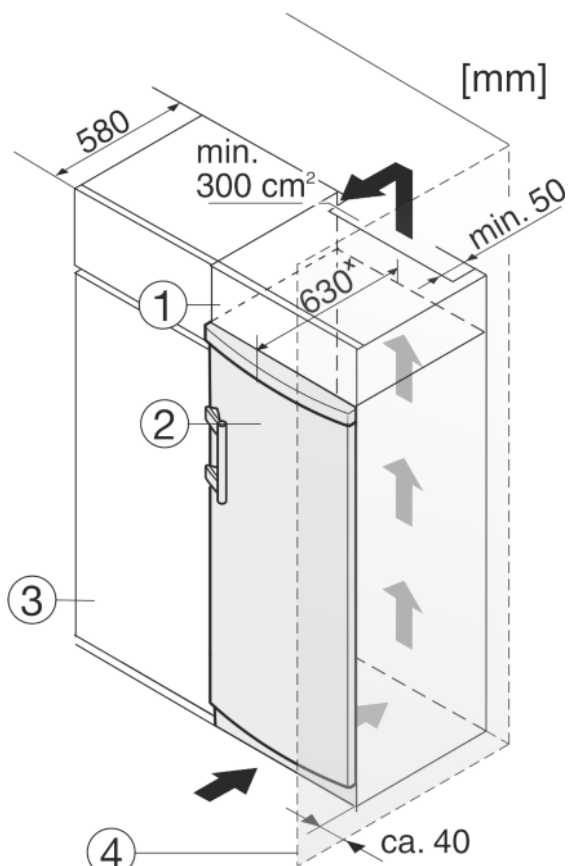

Fig. 10
L'apparecchio può essere incassato in mobili da cucina. Per adattare l'apparecchio Fig. 10 (2) all'altezza della cucina componibile, è possibile applicare sopra l'apparecchio un mobile da appoggio Fig. 10 (1).
Si la cocina posee armarios (profundidad máx. 580 mm), el aparato se puede colocar directamente junto al armario de cocina Fig. 10 (3). El aparato sobresale 34 mm \* por los lados y 50 mm \* en el centro del aparato respecto al frente del armario de cocina.
Se l'apparecchio con cerniere viene installato accanto ad una parete Fig. 10 (4), la distanza minima fra l'apparecchio e la parete deve essere almeno di 40 mm, che corrisponde alla sporgenza della maniglia con la porta aperta.